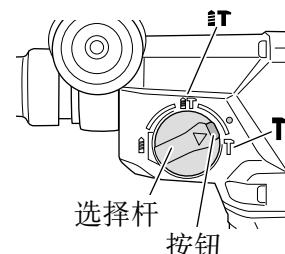

图 28
(1) 安装尖钻或冷錾。
(2) 按下按钮，并将选择杆调整至 **IT** 记号和 **T** 记号的中间 (图 28)。